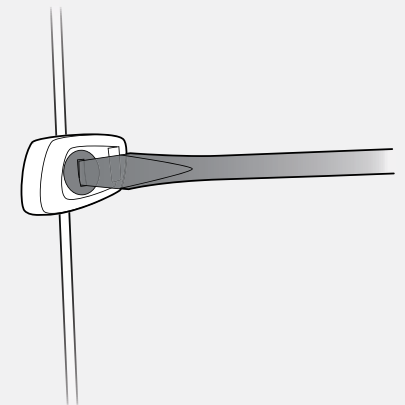

Abbildung 29. Festziehen der Klemmschraube.
4. Ziehen Sie die Klemmschraube auf der Rückseite des Magneten fest (Abbildung 29), um den Magneten zu fixieren.